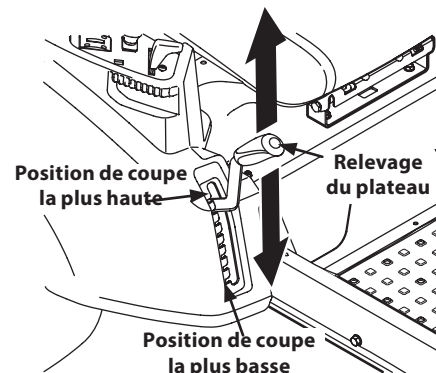

Figure 4-12
- a. Utilisez le levier de relevage du plateau de coupe pour positionner le plateau de façon que la courroie qui circule entre les poulies de tension et la poulie de la prise de force soit aussi horizontale que possible (sous le moteur). Voir Figure 4-12.
- d. Utilisez le levier de relevage pour placer le plateau de coupe à la position la plus basse. Voir Figure 4-12.
- e. Utilisez le levier de relevage pour placer le plateau de coupe à la position la plus basse. Voir Figure 4-12.
8. Placez le levier de relevage du plateau de coupe à la plus haute position de coupe et faites glisser le plateau de coupe sous l'appareil. Voir Figure 4-12.
1. Placez le levier de relevage du plateau de coupe à la plus haute position de coupe. Voir Figure 4-12.